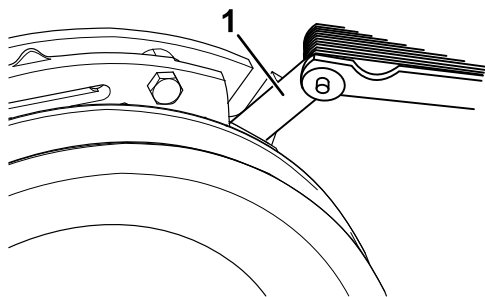
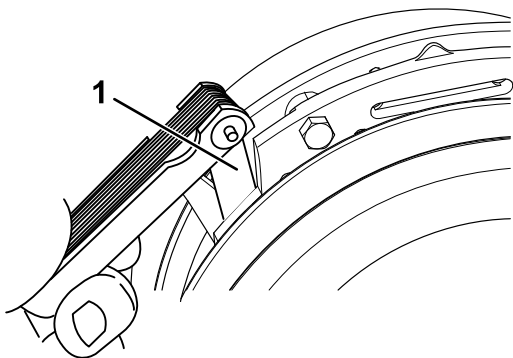

Figure 61
Figure 62
- E. À l'aide d'une jauge d'épaisseur de 0,025 cm (0,010 po), vérifiez qu'il existe un entrefer entre le rotor et la face de l'induit, de chaque côté du pôle de frein, comme montré à la Figure 61 et la Figure 62.